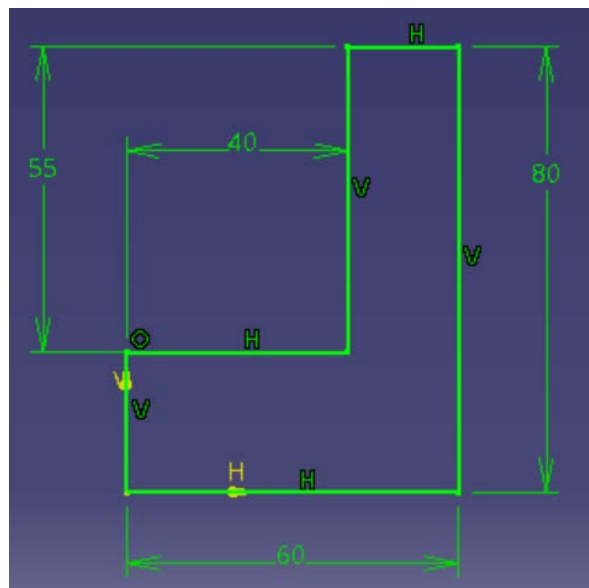

Figure 2.5 Esquisse correctement contrainte [1], [2]
- Esquisse correctement contrainte : Quand le contour est parfaitement défini, il apparaît en **vert** (figure 2.5).